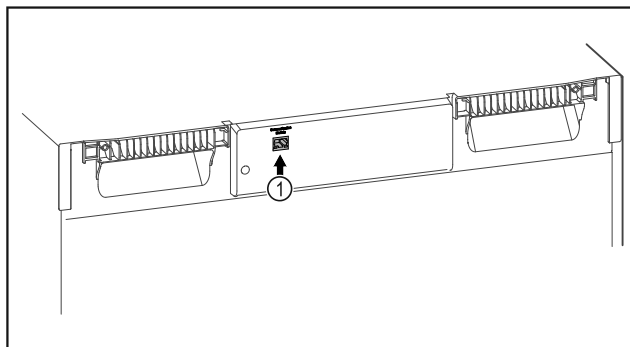

Fig. 121
- ☐ Je používán SmartModule Fig. 121 (1).